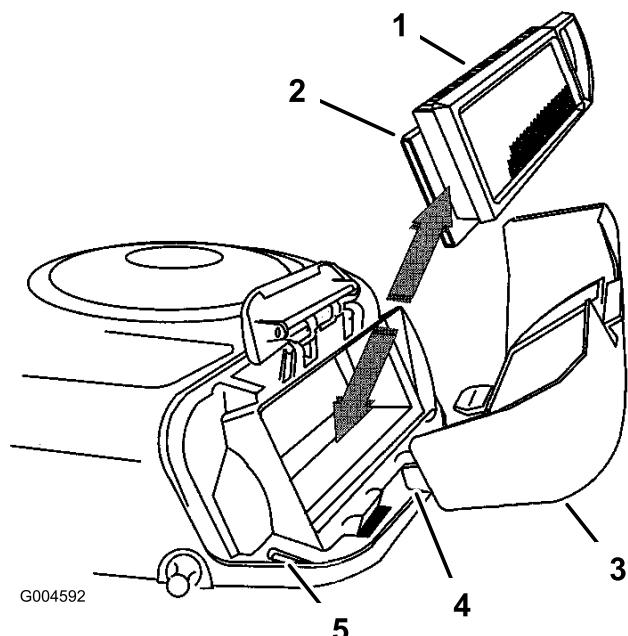

Figura 24
5. Estraete con cautela l'elemento in schiuma sintetica e l'elemento di carta dal convogliatore (Figura 24).
- Allineate le linguette del coperchio del filtro dell'aria con le fessure del convogliatore (Figura 24).